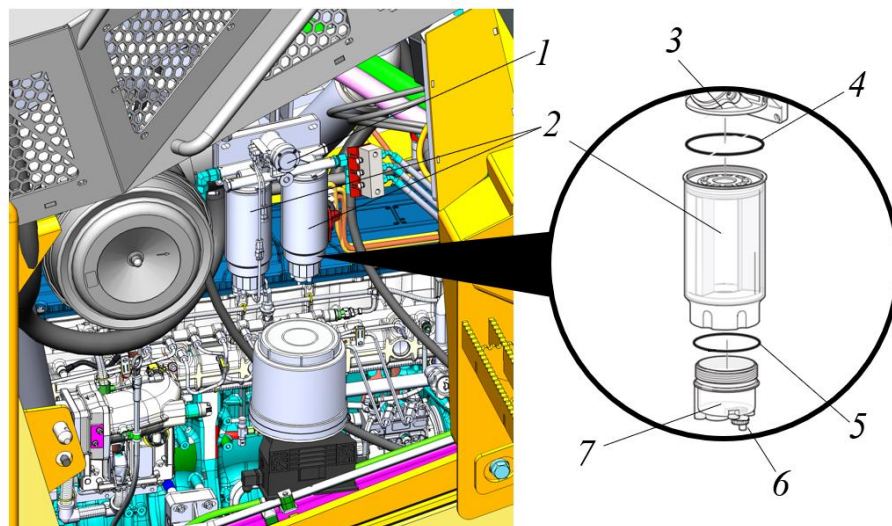

Рисунок 5.54. Фильтр предварительной очистки топлива
- ▶ Разместить подготовленную емкость  под сливным штуцером. Открыть резьбовую пробку 6, рис. 5.54 и слить топливо с фильтра предварительной очистки топлива. Как все топливо стечет, закрыть резьбовую пробку 6.
- ▷ Электрический топливоподкачивающий насос 1 (рис. 5.54) фильтра предварительной очистки топлива заполнит систему топливом. Индикатором заполнения системы будет служить наличие топлива в водосборных стаканах 7.